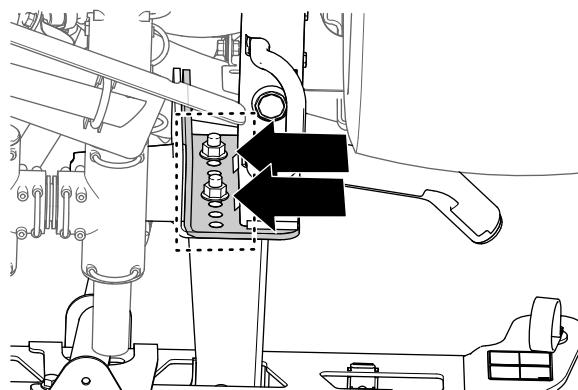

Bild 46
3. Markieren Sie mit einem Stück Band die Löcher, in denen die vier Bundkopfschrauben (1/2" x 1-1/4") und vier Sicherungsbundmuttern (1/2") die Stützhalterungen für den mittleren Sprühabschnitt an der Befestigungsplatte der Maschine befestigen (Bild 46).